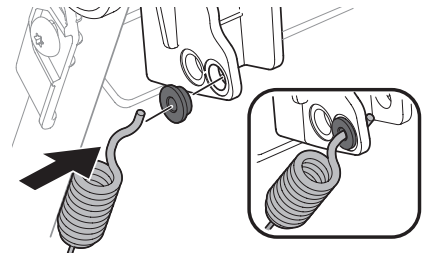

Figure 32
4. Insérez le coussinet dans le trou inférieur. Accrochez le câble en le passant dans le coussinet et le trou inférieur de la commande. Voir Figure 32.